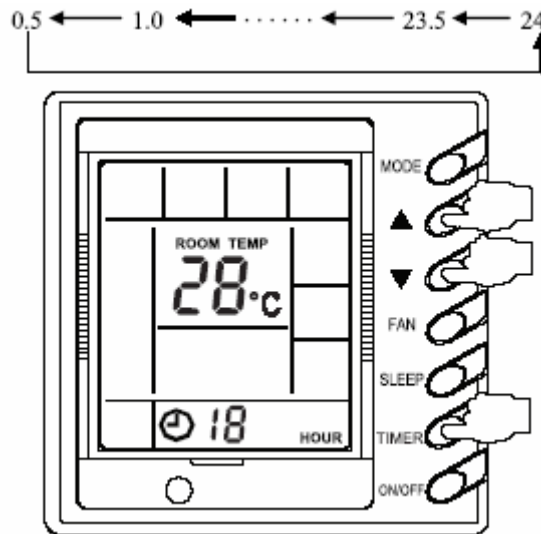

Fig. 18
REMARQUE : La figure 17 montre l'état une fois l'unité allumée. Quand la communication est normale, dans les deux cas (mise en marche et arrêt) l'écran indique la température ambiante. Il n'y a pas ici de « ligne réticulaire » sur la Figure 18 de l'unité éteinte.
1.2 Réglage de la minuterie (Fig. 18)
REMARQUE : La figure 18 montre la zone adéquate.